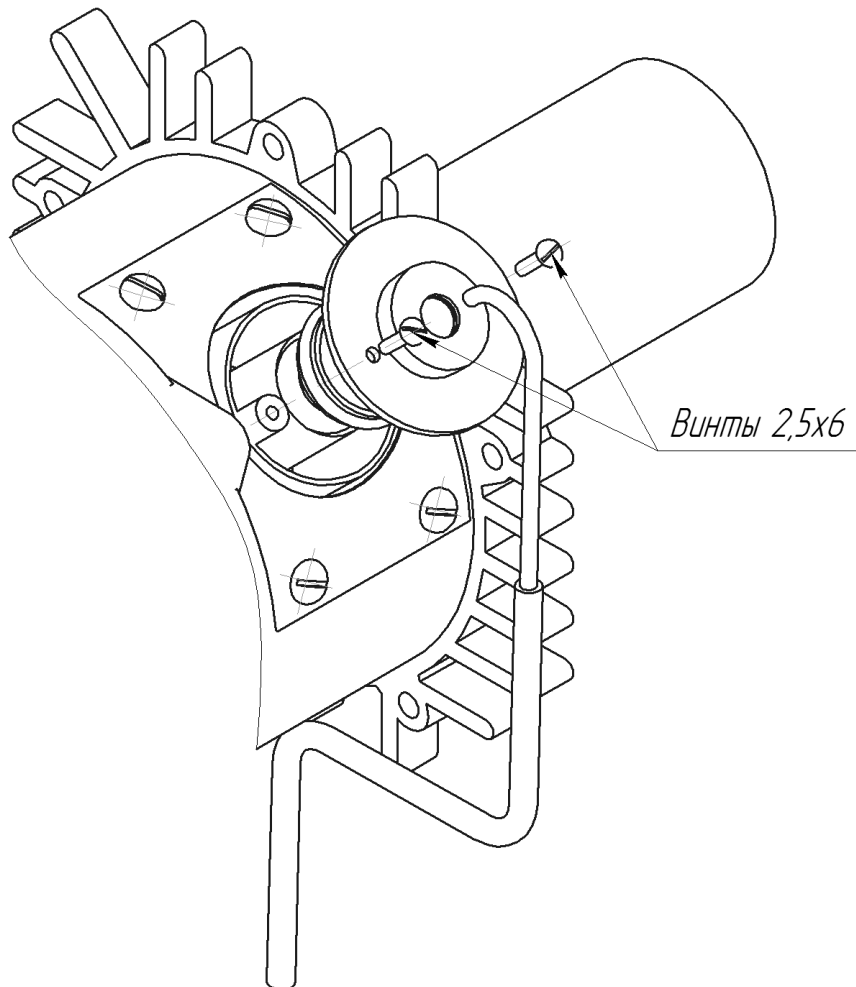

Рис. 3 – Свеча с радиатором
- отвернуть два винта 2,5х6 и демонтировать свечу с радиатором (рис.3);